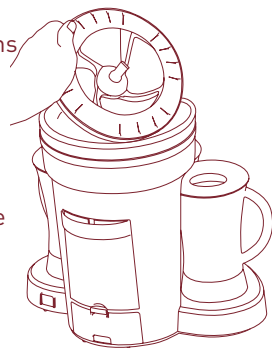

Figure 5
4. Pour enlever la palette de rabotage, desserrez la vis de serrage en sens antihoraire (**sans la séparer de la palette de rabotage**), puis levez la palette tout droit (figure 4), la trémie et la lame raboteuse seront alors à découvert. Pour le remontage, mettez la lame raboteuse en position et tournez la vis de serrage de la palette en sens horaire pour bien la serrer (figure 5).